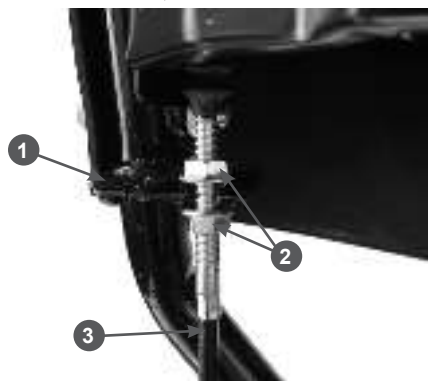

**Рис. 7 Установка наконечника троса включения шнеков**
- вставьте Z-образный наконечник 2 троса в отверстие на рычаге 1, как показано на Рис. 7;